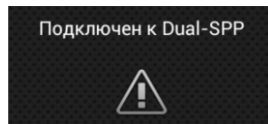

Рис. 4. Успешное подключение
5. В случае, если все сделано правильно, появится всплывающее окно об успешном сопряжении с МК (рис. 4).